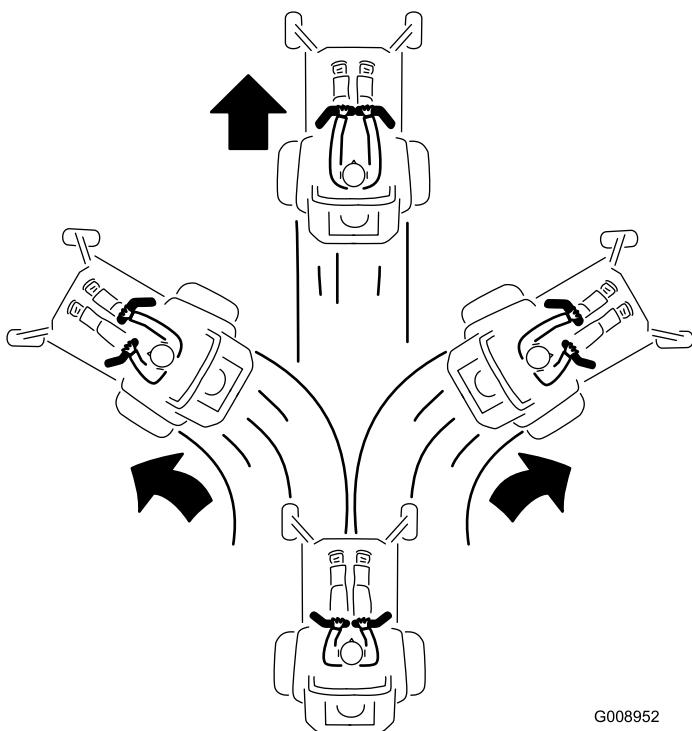

Figura 28
3. Para ir hacia adelante, empuje lentamente las palancas de control de movimiento hacia adelante (**Figura 28**).